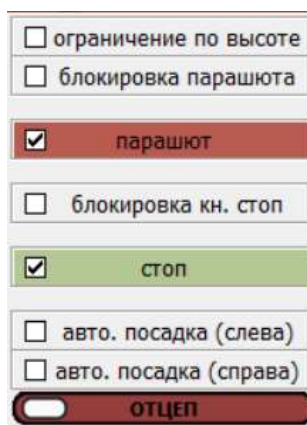

Рисунок 89 – Окно группы кнопок инструмента «Посадка»
9.4 Инструмент «Посадка» предназначен для открытия/закрытия окна, содержащего группу кнопок, позволяющих производить процедуры возврата и посадки БВС (Рисунок 89).